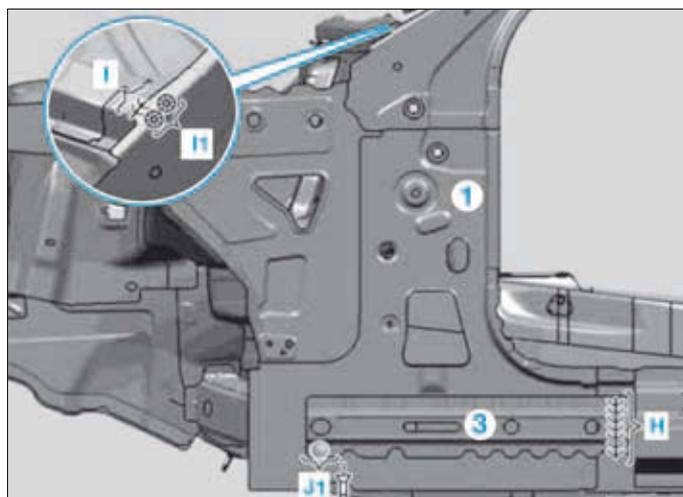

FIG. 65
- par cordon MAG dans les zones (H et I), puis meuler les points de soudure (Fig.65).
- Assembler par rivetage la partie intérieure du montant A (1) et le renfort offset (3) avec un rivet de Ø 6,4 x 14 mm dans la zone (J1).